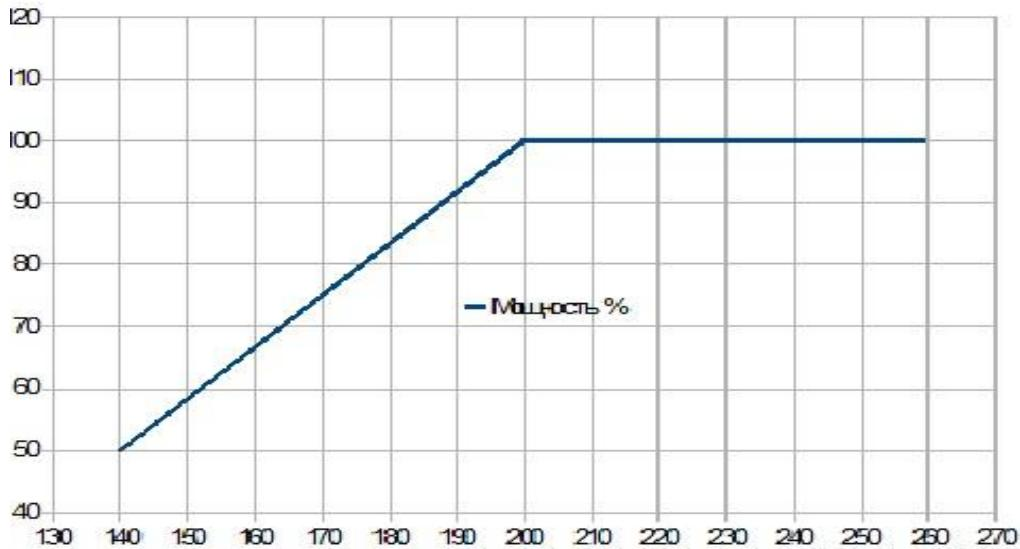

Рис.3. График зависимости мощности подключаемой нагрузки от входного напряжения
- Если напряжение сети длительно понижается ниже 200В или превышает 250В, то мощность, которую можно подключать к стабилизатору напряжения должна быть уменьшена в соответствие с графиком. Рис. 3.